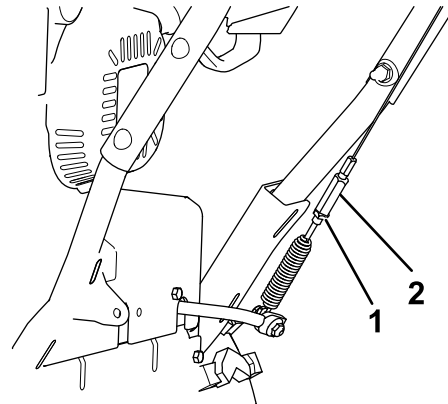

Figure 36
5. Desserrez l'écrou de blocage (Figure 36).
6. Desserrez ou serrez le tendeur pour régler la tension du câble (Figure 36).